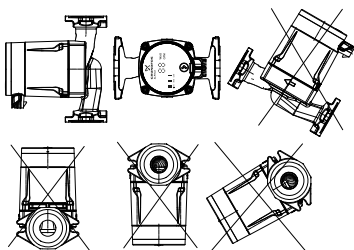

Fig. 2 Posiciones de instalación
- Instale la bomba con el eje del motor en posición horizontal. Consulte la fig. 2.